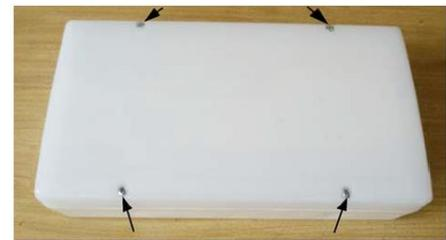

Рис. 1
4.2. Распаковать светильник. Снять рассеиватель при помощи отвертки, вывинтив четыре винта, со стороны рассеивателя. (см. рис. 1).